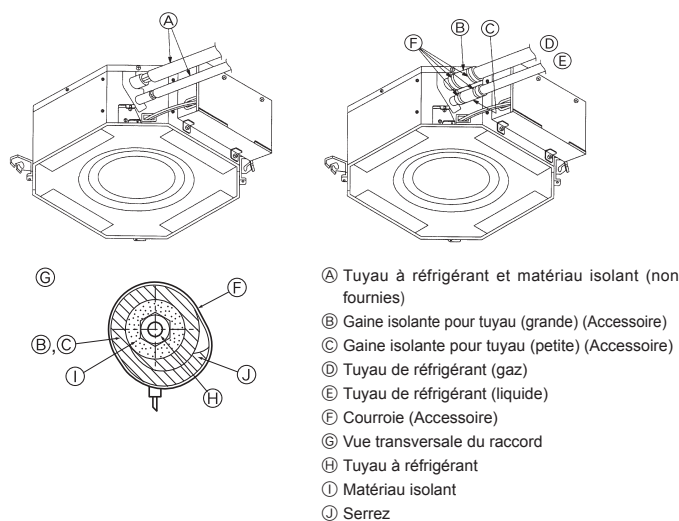

Fig. 4-4
- (C) Ne pas appliquer d'huile pour machine frigorifique sur les parties filetées. (Cela augmente le risque de desserrage des écrous évasés.)
- (D) Veiller à utiliser les écrous évasés fournis avec l'unité principale. (Les produits du commerce risquent de se fissurer.)
- (E) Appliquer de l'huile pour machine frigorifique sur toute la surface d'appui évasée.
4.3. Appareil intérieur (Fig. 4-4)